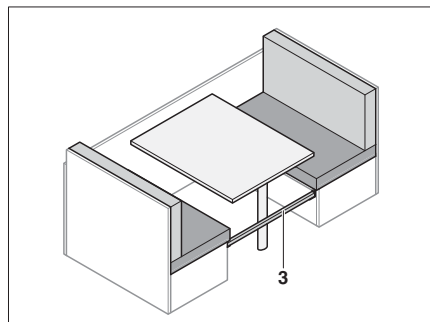

Fig. 64 Inserire il pannello di rinforzo
- Inserire il listello supplementare (Fig. 64,3) tra le dinette.